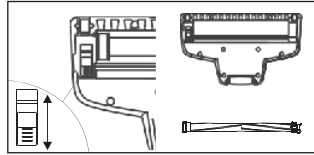

fig. 3
- En el cepillo (8), mueva el mecanismo de bloqueo (6) e inserte el rodillo (22) bloqueándolo con el mecanismo de bloqueo (6) - fig. 3.
- Presione el botón de bloqueo (6) y retire el cepillo (8) del cuerpo.
- Mueva el mecanismo de bloqueo del rodillo y deslicelo hacia afuera - **fig. 3**.
- Limpie el cepillo (8) con un paño suave y ligeramente húmedo y un poco de detergente.
- **¡ATENCIÓN! No sumerja el cepillo (8) en el agua.**
- Después de la limpieza, introduzca el rodillo en el cepillo y bloquéelo en su sitio - **fig. 3**.